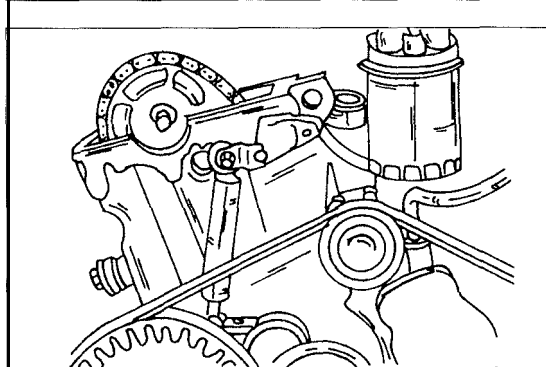

Bild 197
- Den Federspannhebel (5) und die Zugfeder (6) ausbauen. Beim Einbau darauf achten, dass die Feder mit dem Farbzeichen nach oben weisend eingebaut wird.
- Den Dämpfer vom Zylinderkopf abschrauben (siehe Bild 197).
- Den Verschlussdeckel (9) und die Schraube (1) des Spannhebels (11) entfernen. Beim Lösen der Schrau-